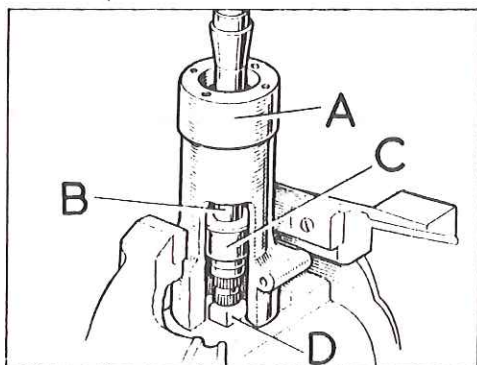

Fig. G-55 Caja compensadora, eje y taco de apoyo en su posición correcta
- 3.4. Sujetar el conjunto de la caja y el eje, con el extremo inferior hacia arriba, en un tornillo de banco, situado en un taco de 19 mm, D (Fig. G-55), debajo del extremo inferior del eje, B.